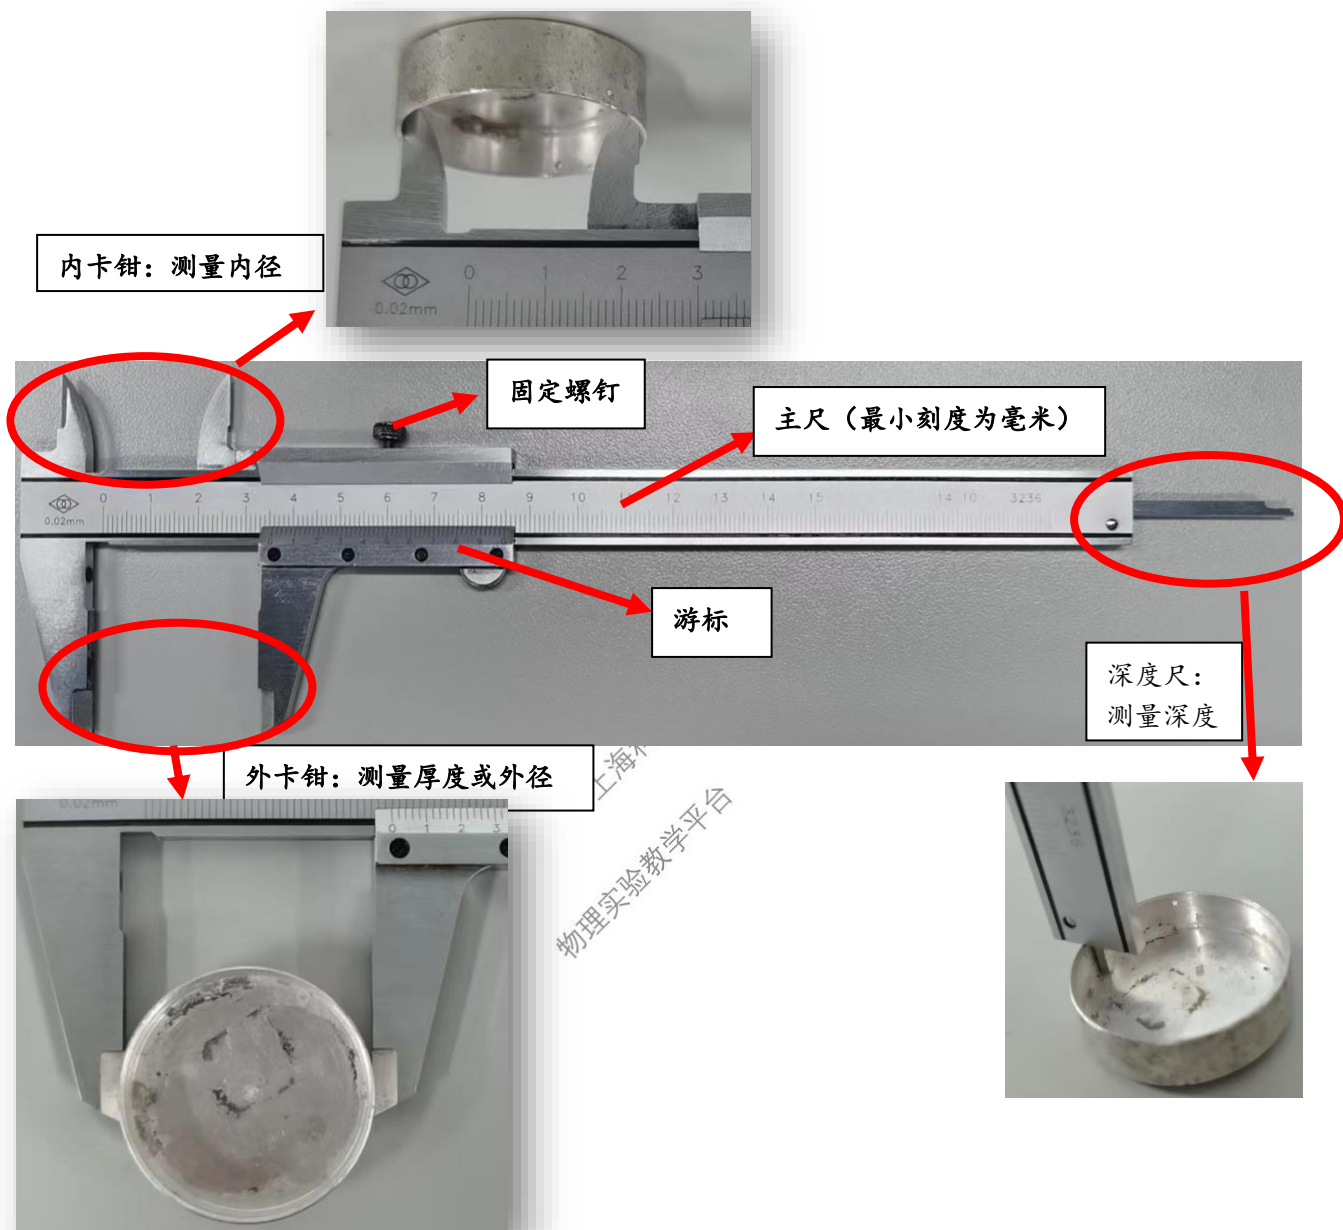

图 1 游标卡尺的组成
- 2) 记录游标分度值 (图 1 为“五十分游标”, 游标尺分度值 $\Delta x = 0.02\text{mm}$)